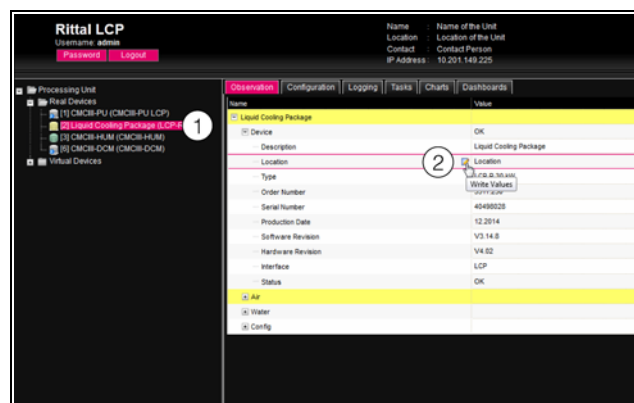

Рис. 78: Выбор отдельного параметра
- Разверните элементы "Liquid Cooling Package" и "Device" нажатием на символ "плюс" перед именем элемента (рис. 78, поз. 1).
- Подведите курсор мыши к концу первого столбца в строке "Location" (рис. 78, поз. 2).